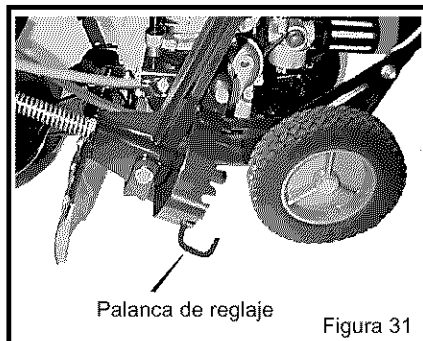

Figura 31
4. Desenganche la **palanca de reglaje** (ver la Figura 31). Mueva la **palanca de reglaje** hasta la ranura marcada 90°.